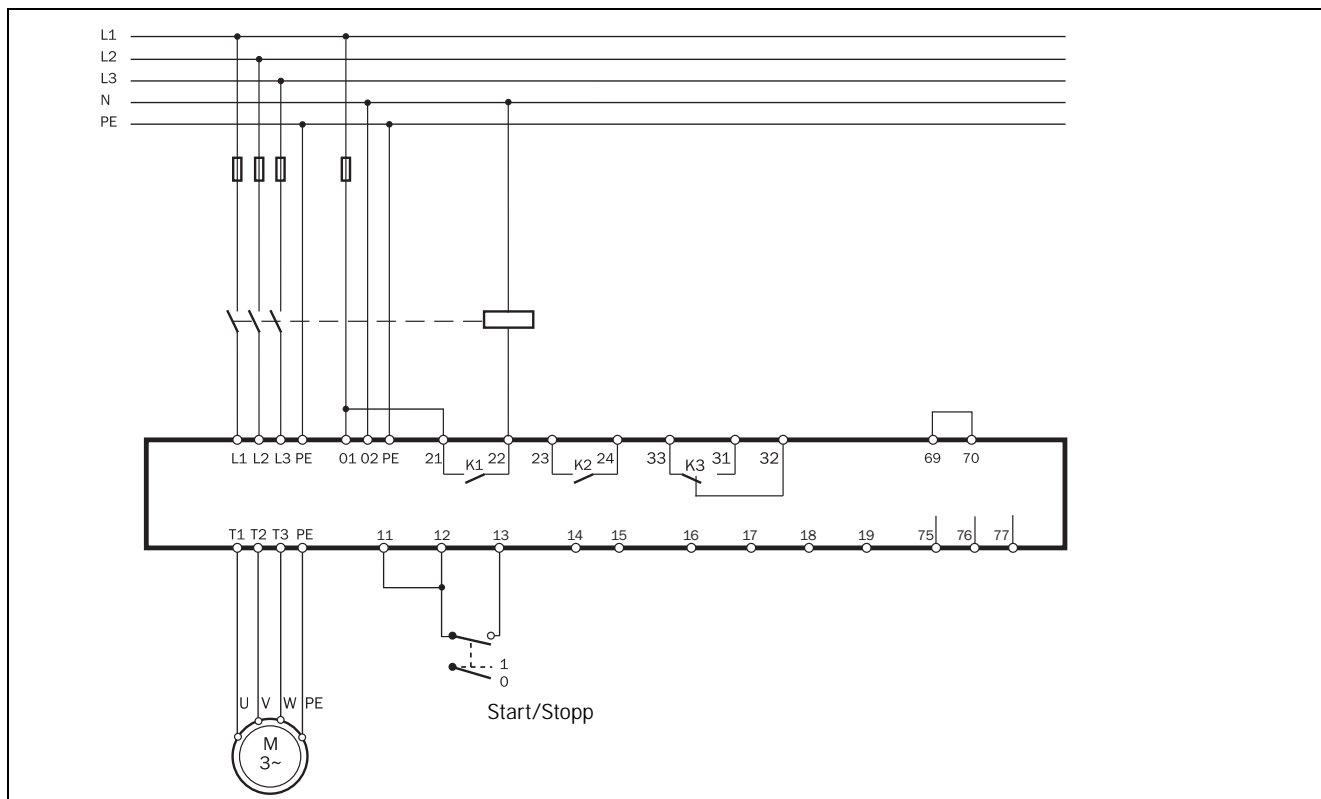

Abb. 25 Standardverdrahtung.
- Schließen Sie den Motor wie in Abb. 25 gezeigt an.